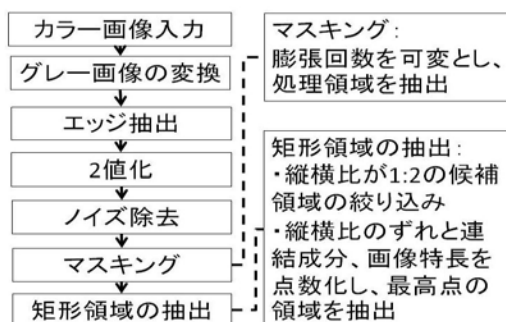

図2 ナンバープレート抽出の処理手順
- 距離検出: 自動車画像(図1)からナンバープレート領域画像を抽出し、その後図2、図3に示す処理により、候補領域を絞り込みます。次に、ナンバープレートの幅と高さ及びその比により、車載カメラから車までの距離を算出します。